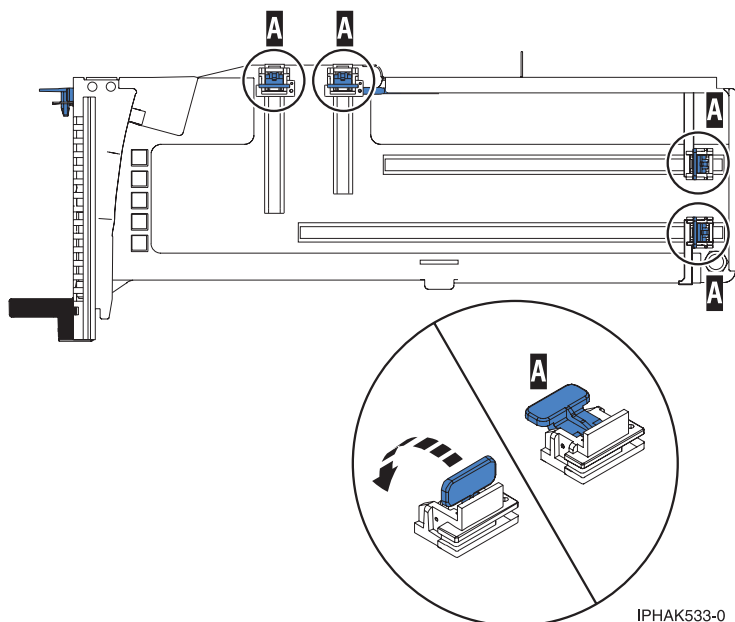

Figure 7. Crochets de retenue de l'adaptateur de carte dans une cassette
- a. Vérifiez que tous les crochets de retenue de carte sont repoussés vers les bords de la cassette pour permettre l'installation de la carte. Voir figure 7.